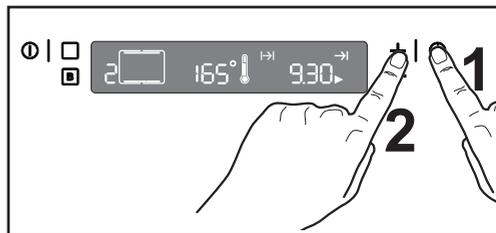

Рис. 12
2. Нажимайте на кнопку установки времени , до тех пор, пока не будет выбран режим окончания приготовления блюда. При этом должен замигать соответствующий символ . На панели управления высветится время окончания приготовления (то есть текущее время + продолжительность приготовления блюда - Рис. 12).